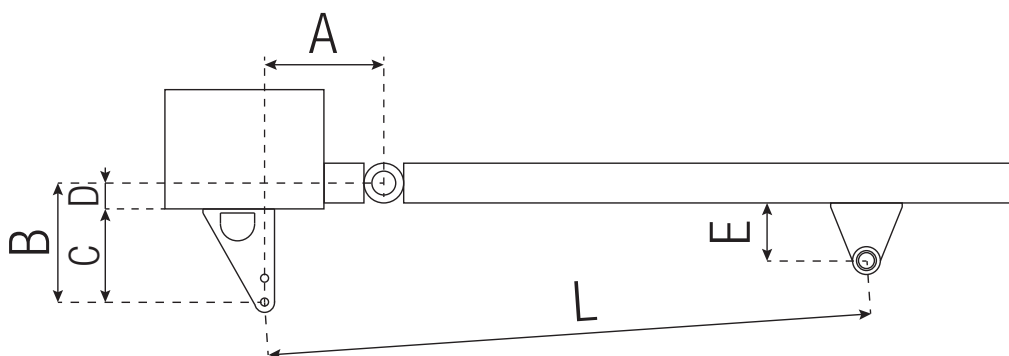

Fig. 3
Bepaal voordat u de meegeleverde beugels bevestigt de afmetingen A en B (Afb. 3) met behulp van de gegevens in Tabel 1. Deze zijn geldig als de actuator zich in de positie van maximale opening bevindt, min één centimeter van de beschikbare slag (CD), wanneer de poort is gesloten om een maximale efficiëntie te verkrijgen. Gebruik de meegeleverde bevestigingsbeugels om de zuiger te verankeren.